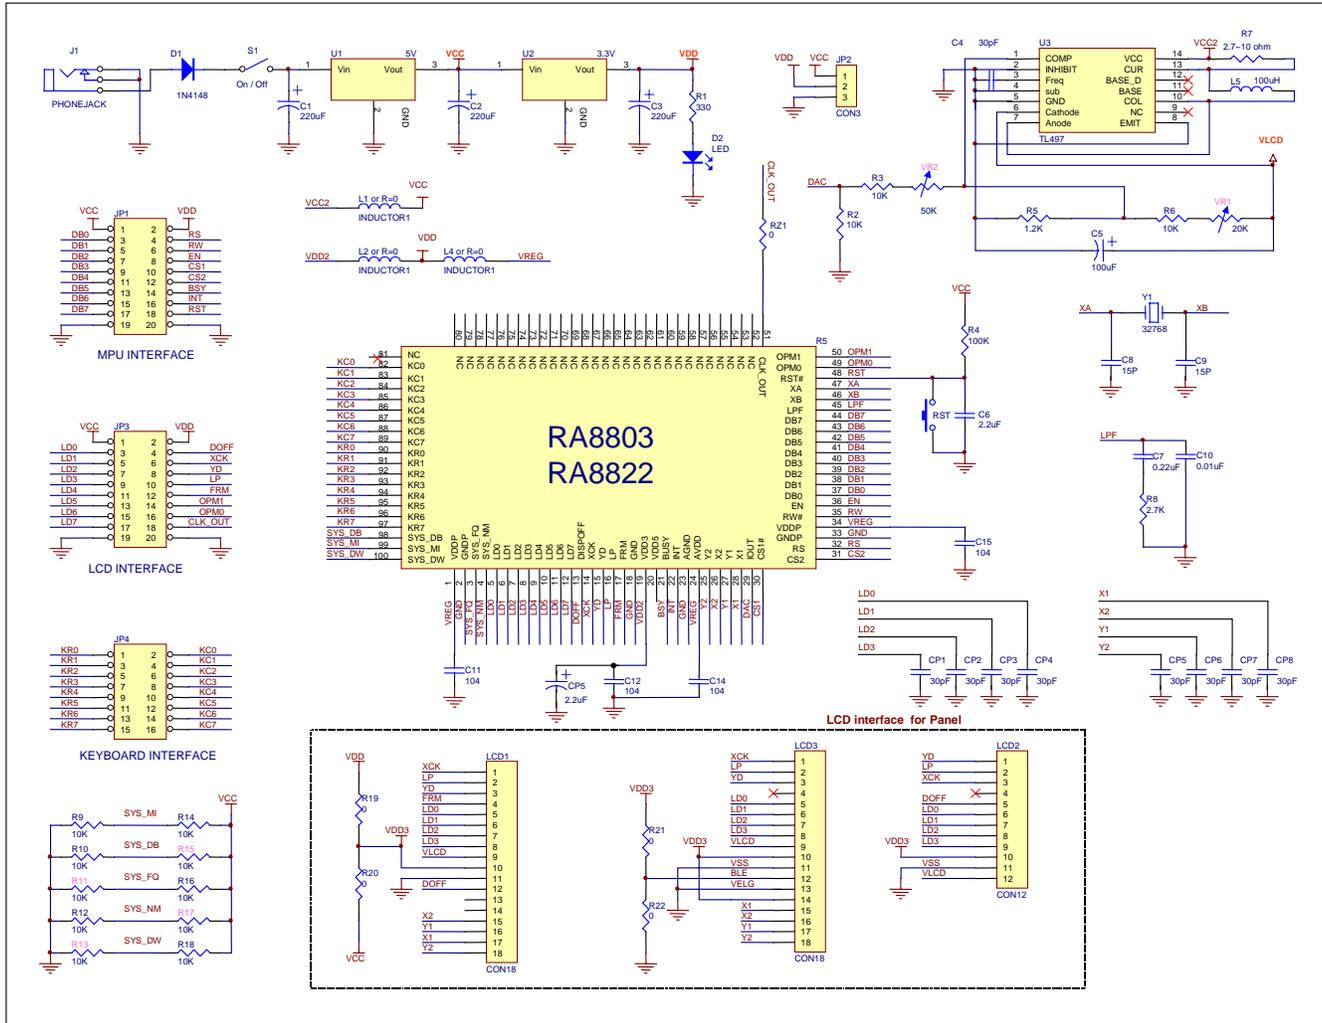
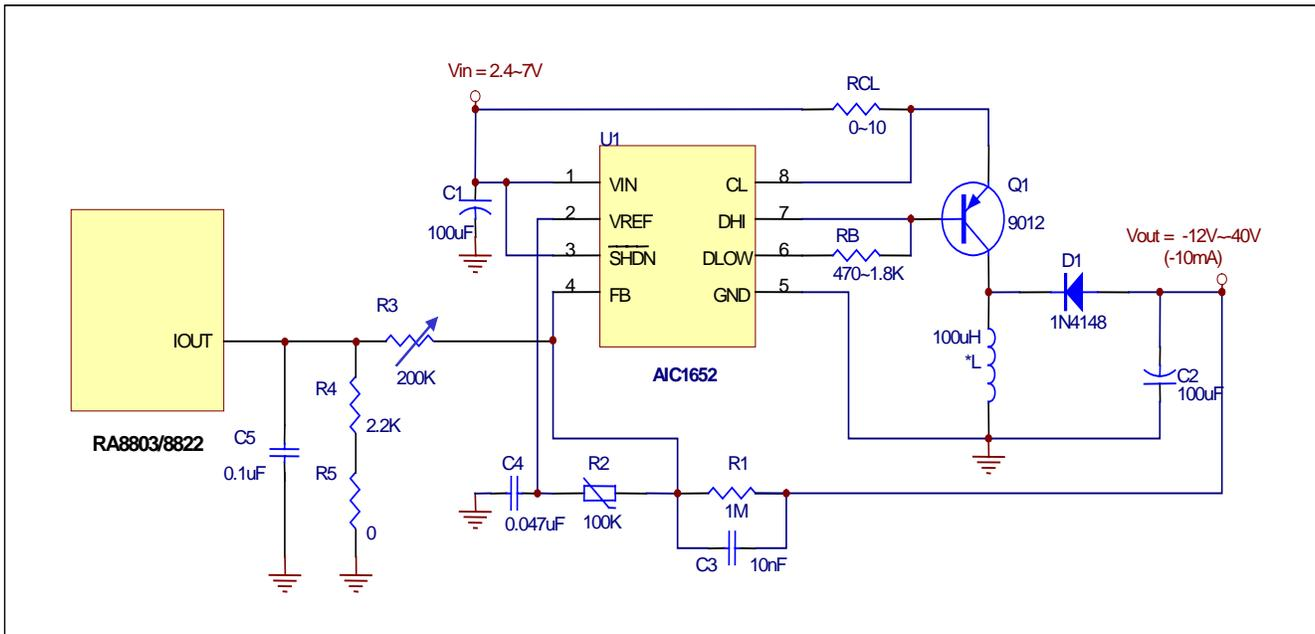
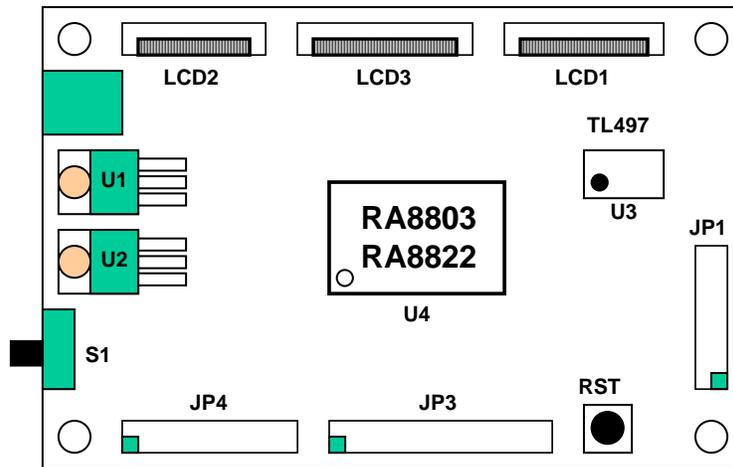
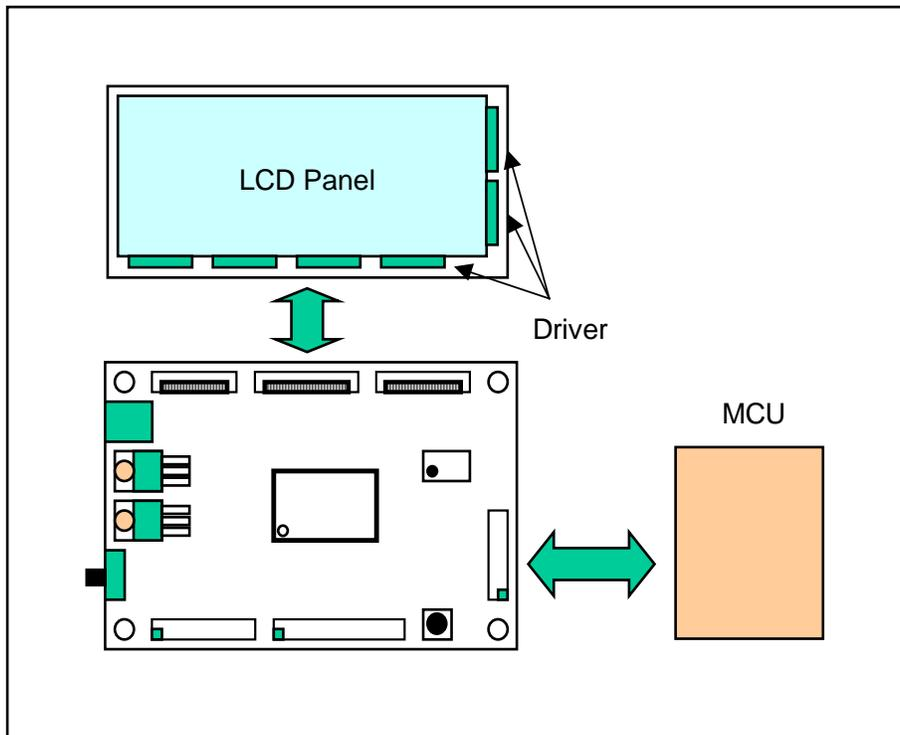

图 B-1: 应用电路图
图 B-2: 应用电路图-负压的升压电路
图 C-1: RA8803/8822 的控制板
图 C-2: 控制板应用图
3. 图 B-1 的 VLCD 电压是正确的, 如果须要的 VLCD 电压是负的, 则必须使用别的升压电路。如图 B-2 就是一负压的升压电路。
7. 图 B-1 RA8803/8822 的电源使用的是 3.3V(VREG 与 VDD2 经 L2 与 L4 到 VDD), 而 VDD 是 3.3V。
RAiO 提供 RA8803/8822 的控制板、Gerber File 与电路图，供客户以现有 Panel 或模块进行验证，图 C-1 为 RA8803/8822 的控制板，其电路图请参考图 B-1，客户可以利用 JP1 与使用的 MPU 相连接，现有 Panel 可以接到 JP3、LCD1、LCD2 或 LCD3 的 Driver 界面，Key-Scan 可以用 JP4 来实验，如图 C-2。